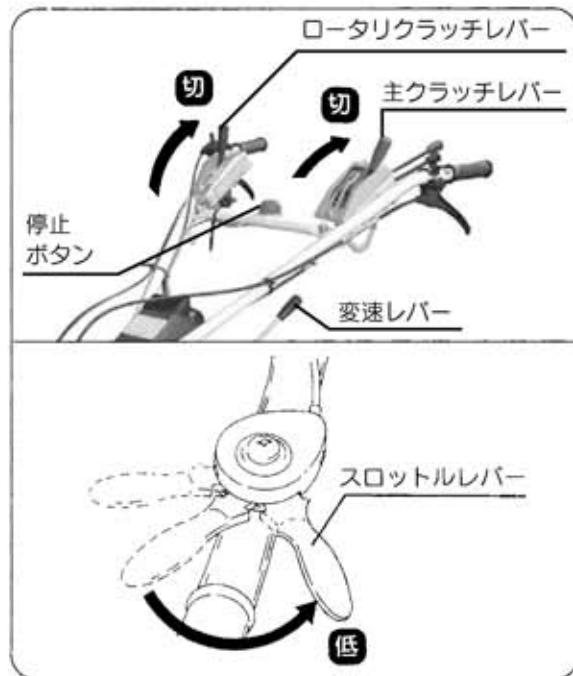

図24
(図24)
- ② スロットルレバーを【低】位置にしてください。(図24)